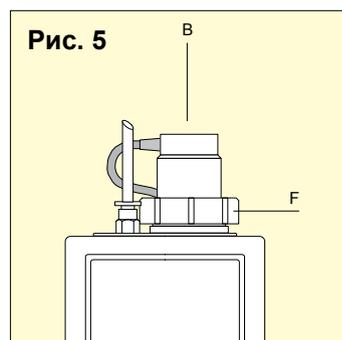

Рис. 5
Вставьте держатель датчика (B) с новым датчиком в штуцер подачи газа прибора и затяните поджимную гайку (F) - Рисунок 5. Нажмите на кнопку <set> для продолжения.